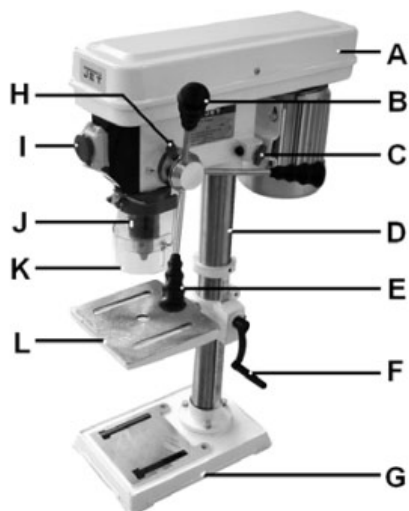

Рис. 1
Установите стойку (D, Рис. 1) на цоколь станка (G).
Наденьте патрон (J, Рис. 1) на конус шпинделя.
Откройте крепление площадки мотора (С, Рис. 1).